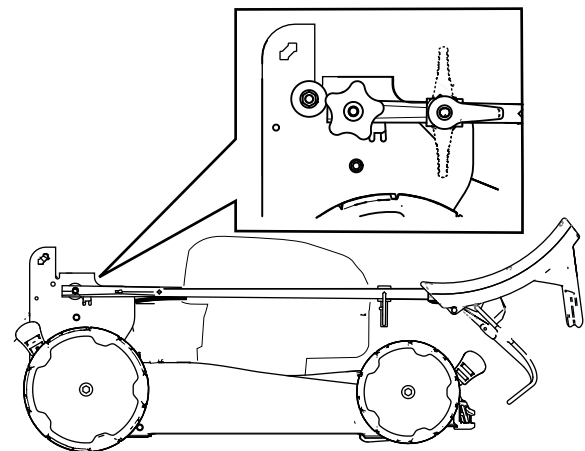

Figura 22
- Dobre a pega para a frente ou para a posição totalmente para a frente como se mostra na Figura 22.